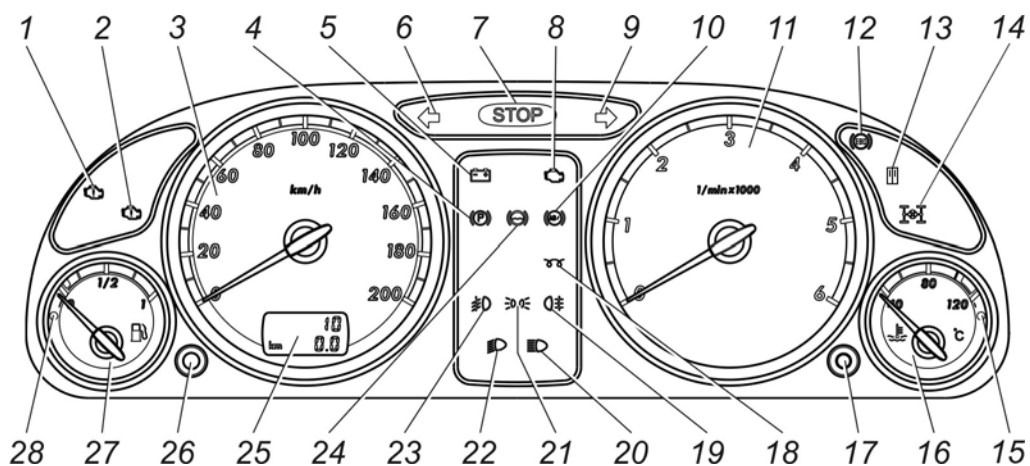

Рис. 5.11. Комбинация приборов
*Расположение приборов показано на рис. 5.11*